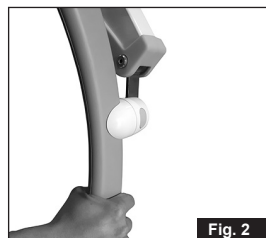

Fig. 2
2. Sæt løftebøjlen ind i åbningen på siden af ophængskrogen. (fig. 2).